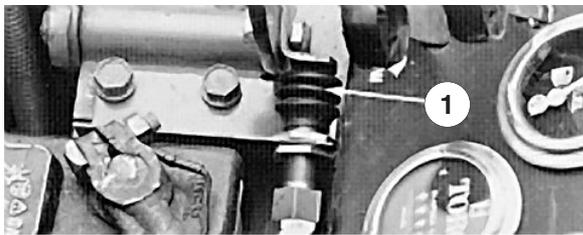

Bild 40
3. Nehmen Sie die Manschette vom Tastenende des Zapfwellenschalters ab (Bild 40). Legen Sie die Manschette für den späteren Wiedereinbau zur Seite. Klemmen Sie die Schalterleitungsklemmen ab.